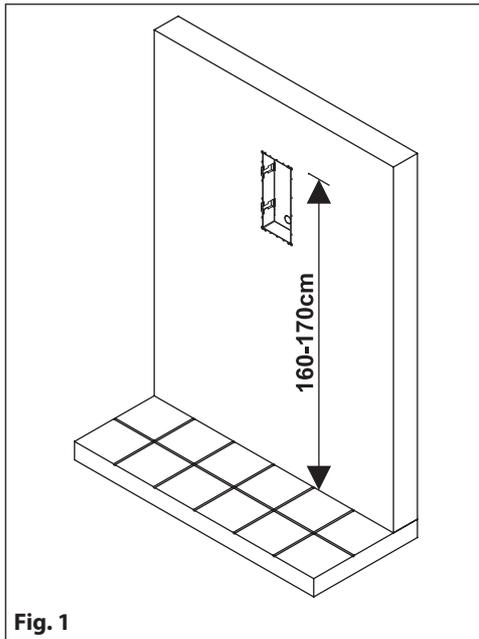
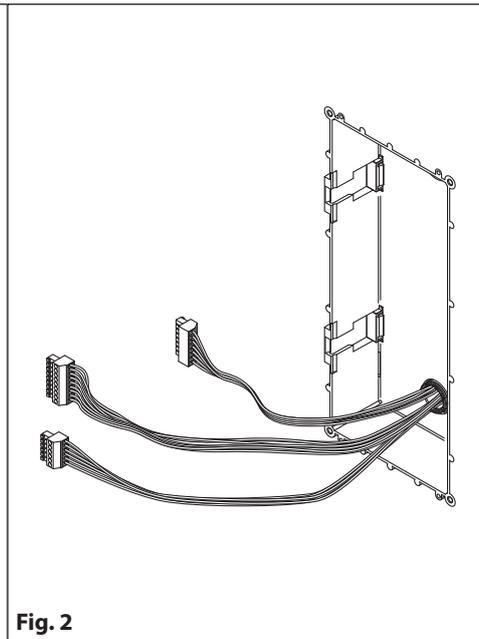
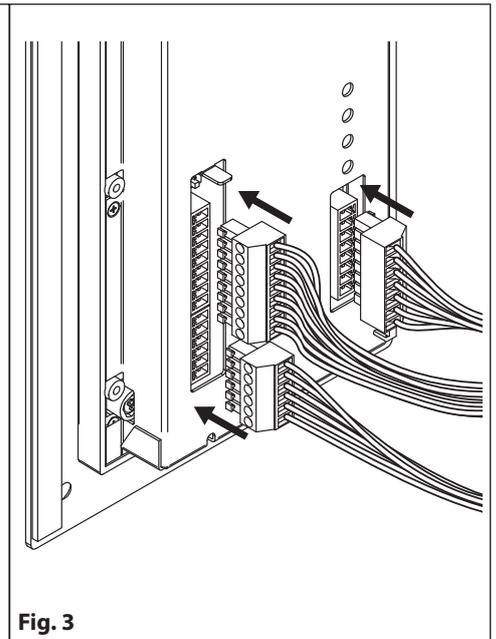

Fig. 1
Fig. 2
Fig. 3
1. Incorporare la scatola da incasso nella parete (160-170 cm tra il lato superiore della scatola e il pavimento come mostrato in **Fig. 1**) passando i cavi (**Fig. 2**) attraverso il foro predisposto nella scatola da incasso;
2. Effettuare tutte le connessioni sui morsetti rimovibili (**Fig. 2**) e successivamente inserirli nel pannello (**Fig. 3**), impostare i dip-switch come da schema di installazione fornito o come indicato dalle istruzioni di installazione, dopodichè ridare l'alimentazione al sistema e controllare se funziona correttamente;